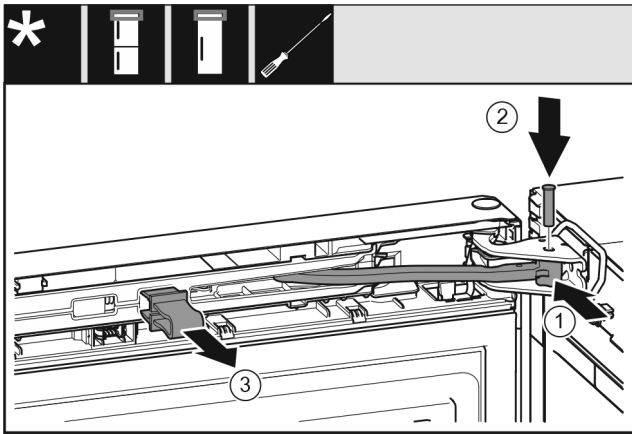

Fig. 23
- ▶ Поверните шарнир Fig. 23 (1) в опорном кронштейне.
- ▶ Вставьте палец Fig. 23 (2) в опорный кронштейн и шарнир. При этом проследите за тем, чтобы выступ фиксатора занимал правильное положение в пазу.
- ▶ Снимите предохранитель Fig. 23 (3).